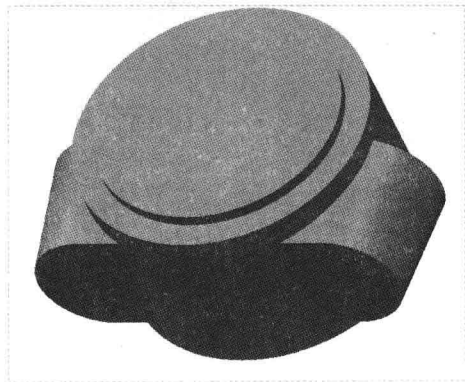

图 18-71 创建拔模特征 1
Step 10 单击“应用并保存在工具中所做的所有更改，然后关闭工具操控板”按钮, 完成拔模特征的创建，如图 18-71 所示。